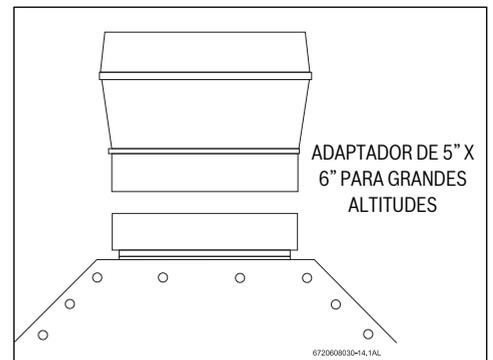

Fig. 10 Adaptador de tubo de salida de gases para instalaciones a grandes altitudes
- ▶ Se recomienda una salida de gases de 5 pulg. de diámetro construida del tubo correspondiente tipo B de doble pared. A altitudes superiores a 2000 pies se requiere un tubo de salida de gases de 6 pulg. (→ Fig. 10). En ninguna circunstancia debe instalarse un tubo de menor tamaño.
superiores a 2000 pies se requiere un tubo de salida de gases de 6 pulg. (→ Fig. 10). En los casos en se haga la conexión de salida de gases a una chimenea de mampostería, es posible que los códigos locales exijan tanto el uso de tubo de salida de gases como de un sistema de aislamiento aprobado. El estado de Massachusetts exige usar un aislamiento registrado. Entre los sistemas de aislamiento posibles está el de arcilla para gases de combustión aprobado, un sistema de aislamiento para chimeneas registrado o cualquier otro material aprobado que resista la corrosión, erosión, ablandamiento o agrietamiento causado por los gases de combustión evacuados a una temperatura hasta de 1800 grados F. El sistema de aislamiento debe estar registrado para usarse con aparatos de gas de tiro natural equipados de campana. Siga los códigos locales y consulte las normas NFGC 54 y NFPA 58.